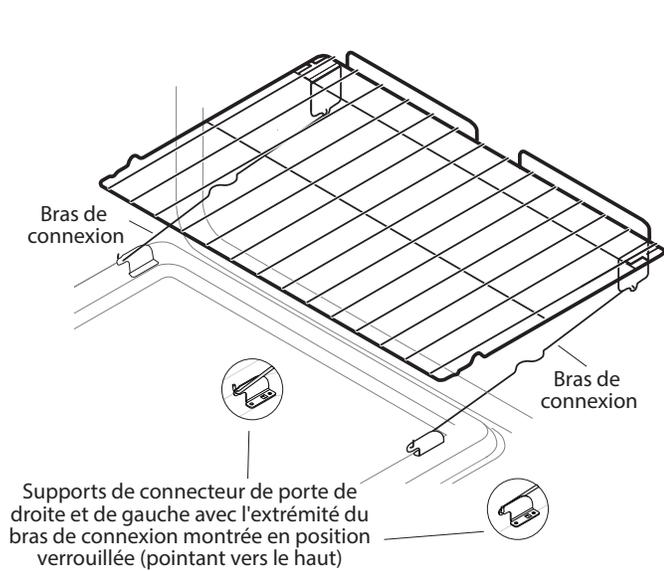

Figure 19 : Grille de four Effortless^{MC} après le montage
5. Tout en maintenant le bras de connexion en place, tournez-le afin que ses extrémités pointent vers le haut (figure 19). Le bras de connexion devrait désormais être verrouillé en place.